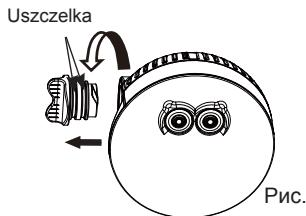

Рис. 1
- Dokładnie osuszą produkt. Odkręć pokrywę obudowy baterii (1) od oświetlenia ledowego spa (see Fig 1). Uważaj, żeby nie zgubić dwóch uszczelek od pokrywy obudowy baterii.
1. Изделие должно быть сухим. Открутить крышку (1) батарейного отсека на лампе (См. рис. 1). Будьте осторожны, не потеряйте два уплотнительных кольца от крышки батарейного отсека.